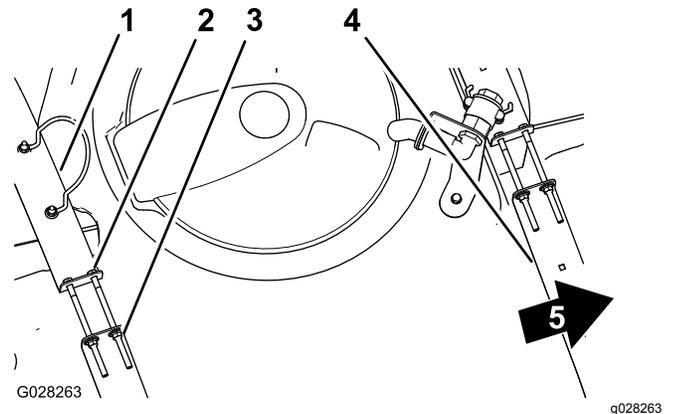

Figura 25
2. Compruebe si hay holgura entre los flejes y el depósito (Figura 25).
3. Si los flejes tienen holgura, apriete las contratuercas con arandela prensada y los pernos del extremo superior de los flejes hasta que los flejes queden apretados contra la superficie del depósito (Figura 25).